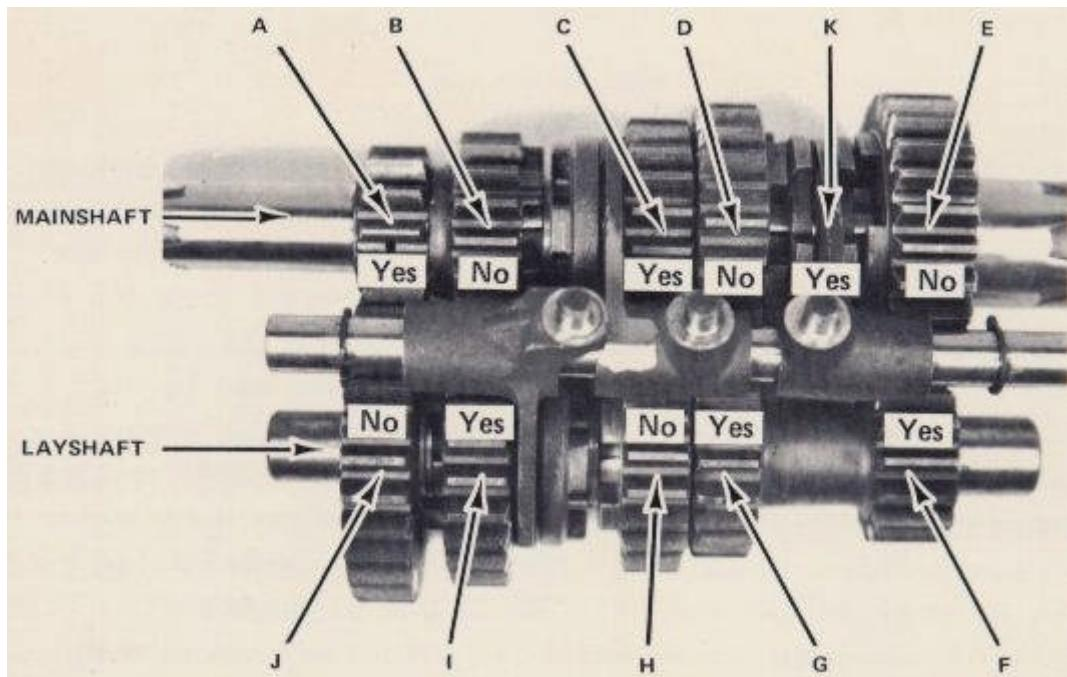

FIG. 32
4. Algunos artes en cada eje están bloqueados a sus respectivos ejes, ya sea por splines o al ser que forma parte integrante del eje. En la Fig.. 32, hay una impresión de "SÍ" o "NO" por encima de los engranajes en el eje principal y por debajo de los engranajes en el layshaft. Esto denota si o no que determinadas artes de pesca está bloqueado en su eje. "SÍ" significa que es "NO" significa que no lo es. Tome en cuenta que si un equipo está bloqueado en la eje principal, el tren de oposición no está bloqueado en la layshaft. Este es un punto importante a recordar a medida que aprende sobre el flujo de energía a través de los engranajes en la transmisión.